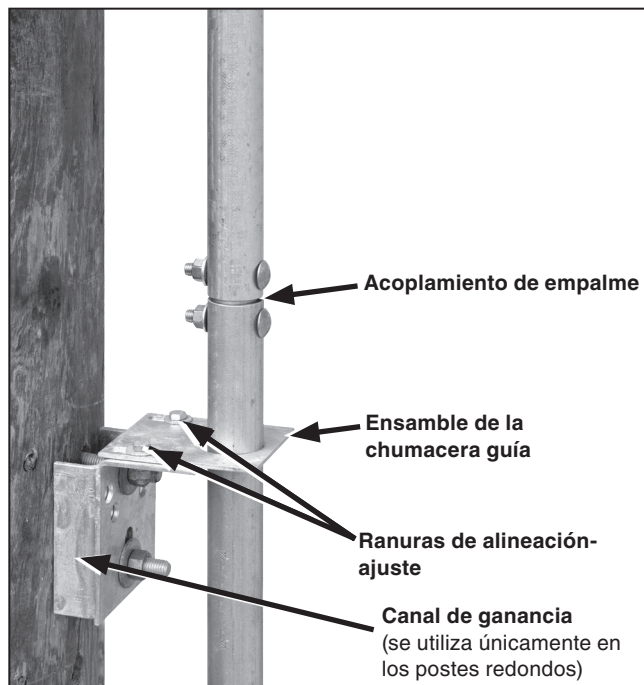

Figura 10. Ensamble de la chumacera guía y acoplamiento universal (posiciones intermedias).
- PASO 9.** Repita el Paso 7 en caso de que se especi que el uso de chumaceras guía adicionales. Las secciones intermedias de tubo se sujetan juntas con un acoplamiento de empalme. Ver Figura 10. Inserte el acoplamiento de empalme en el interior de la sección superior de tubo y proceda a alinear los orificios. Inserte el tornillo cabeza de coche con cuello acanalado a través del tubo y del acoplamiento y sujételo con la tuerca y arandela que se proporciona. Apriete el tornillo cabeza de coche hasta que el cuello acanalado se enganche en los orificios del tubo y del acoplamiento. Después inserte la sección inferior del acoplamiento de empalme en el tubo de la siguiente sección. Proceda a alinear los orificios e inserte el segundo tornillo cabeza de coche de cuello acanalado a través del tubo y del acoplamiento y sujételo de la misma manera que el primer tornillo.